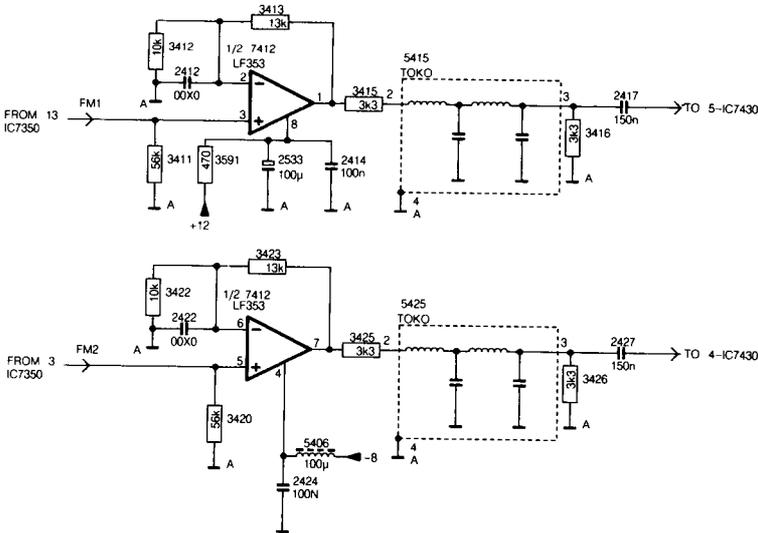

Fig. 6.4
6.4 Zwischenspeicher und Vorfilter (siehe Abb. 6.4)